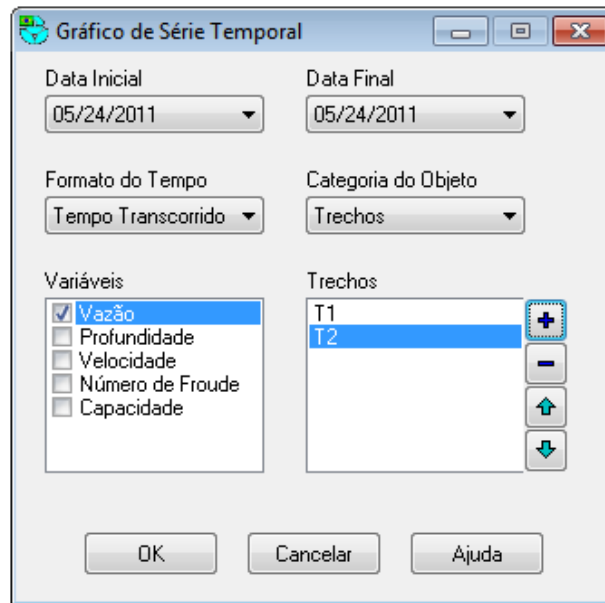

Figura 9.4 - Caixa de diálogo de gráfico de série temporal
2. A caixa de diálogo Gráfico de Série Temporal aparecerá (ver Figura 9.4). Ela deverá ser utilizada para selecionar quais objetos e variáveis devem ser plotados.